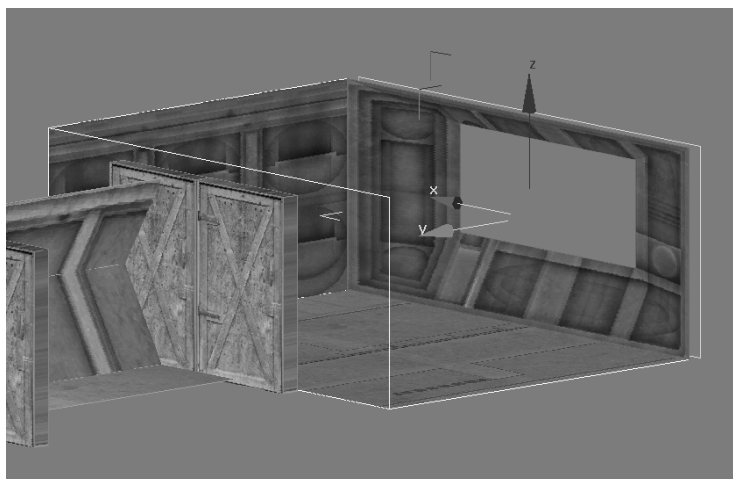

Рисунок 18.19. Теперь гизмо модификатора UVW Map занимает правильное положение относительно передней стены
18. Перемещайте гизмо по оси Z и X до тех пор, пока его конструкция не расположится по центру передней стены, а рамки вокруг раstra не выровняются по внешним краям этой стены (рис. 18.19).